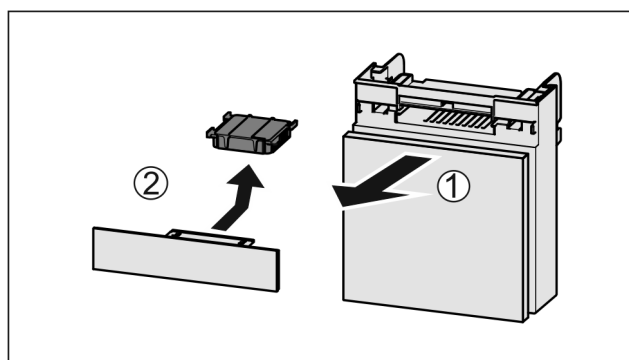

Fig. 43
- ▶ Vytiahnite zásuvku smerom dopredu Fig. 43 (1).
- ▶ Vyberte aktívny uhlíkový filter Fig. 43 (2).